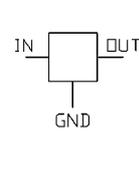

рис.7
- Интегральные стабилизаторы на одно напряжение типа 78Lxx, 79Lxx (отечественные аналоги КРЕН) (рис.7). Вторая цифра обозначает полярность стабилизатора: 8 означает "Плюс", 9 - "Минус"; xx - величина стабилизированного напряжения в В.